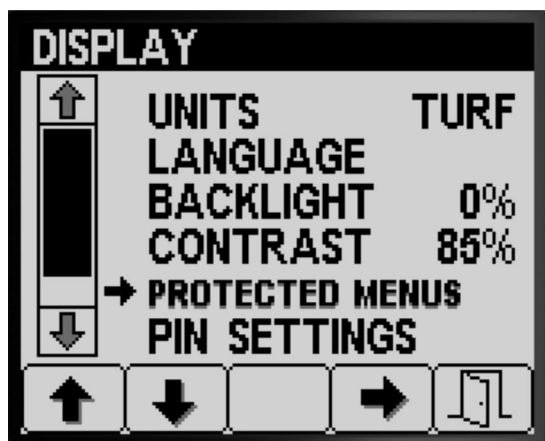

Figura 21
1. Premete il pulsante 1 o 2 per navigare fino all'opzione MENU PROTETTI (Figura 21).
2. Premete il pulsante 4 per selezionare la voce MENU PROTETTI (Figura 21).